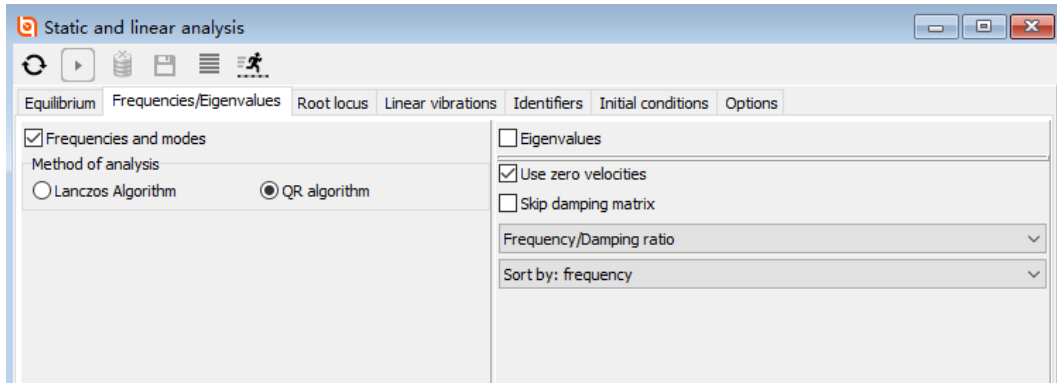

图 2-126
- 14) 选择主菜单 **Analysis** → **Static and linear analysis**，弹出线性分析控制面板（或直接点击工具栏按钮 ），如图 2-126。